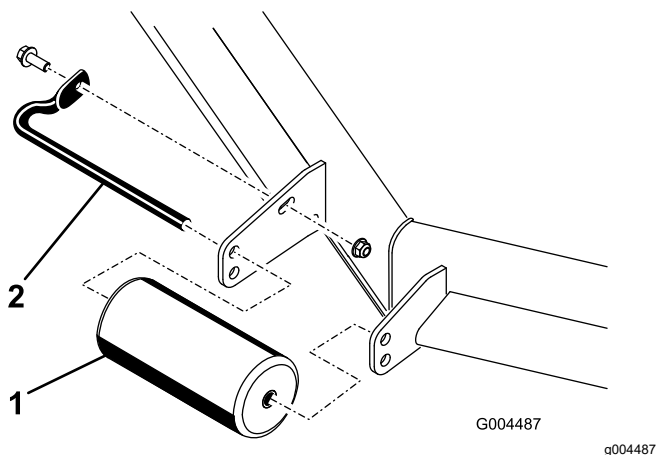

Figure 9
- Retirez les fixations de chaque galet sur votre tondeuse et montez ou abaissez les galets à votre convenance (Figure 9).